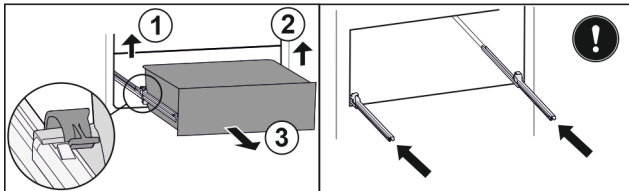

Fig. 79
- Linke Klemme anheben und gleichzeitig Schubfach links nach vorne ziehen. Fig. 79 (1)
- Rechte Klemme anheben und gleichzeitig Schubfach rechts nach vorne ziehen. Fig. 79 (2)
- Schubfach nach vorne entnehmen. Fig. 79 (3)